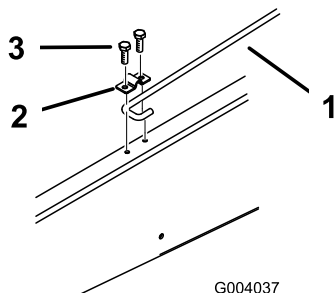

Figura 13
- Desaperte o parafuso que fixa o dispositivo de bloqueio da barra de apoio à estrutura para poder encaixar a extremidade em gancho J da barra de apoio por baixo do dispositivo de bloqueio (Figura 13).
- Aperte o parafuso e fixe o outro lado do dispositivo de bloqueio com um parafuso novo (5/16 x 3/4 polegada) e porca flangeada (Figura 13).